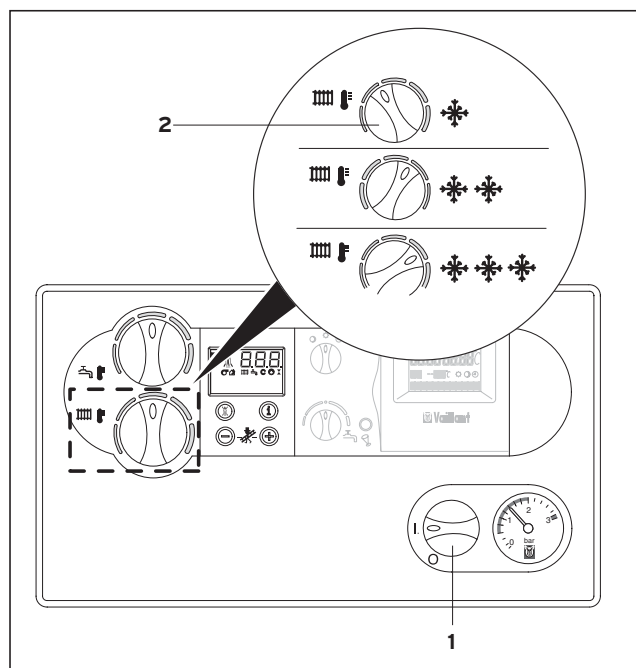

Рис. 3.7 Установка температуры подающей линии
3.4.1 Установка температуры подающей линии (рис. 3.7)